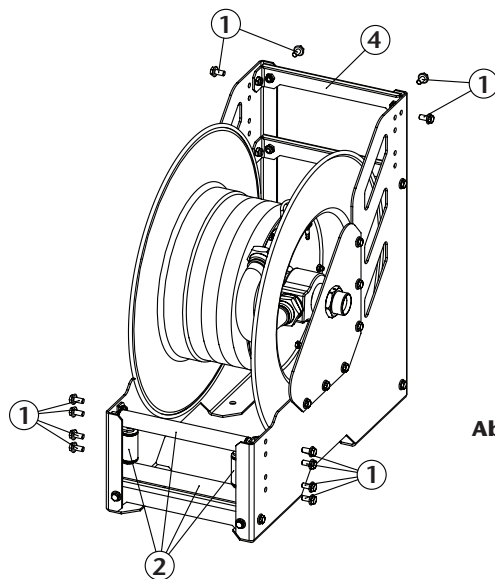

Abb. 1
3. Lösen Sie die Schrauben (1), nehmen Sie die Schlauchauslassrollen (2) heraus und demontieren Sie das Querstück (4) (Abb. 1).